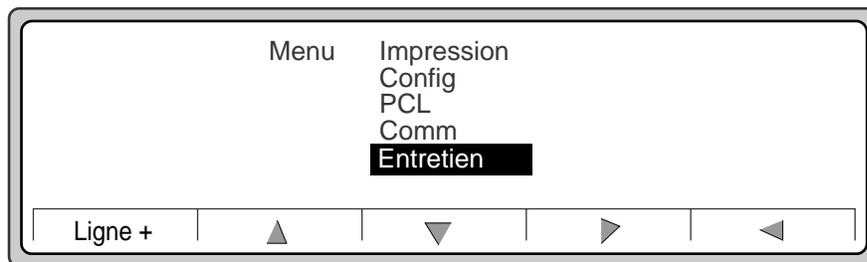

Figure 6-14 Menu
4. Servez-vous du pointeur ▼ pour mettre en surbrillance Entretien, comme illustré à la Figure 6-14, et appuyez sur ►.